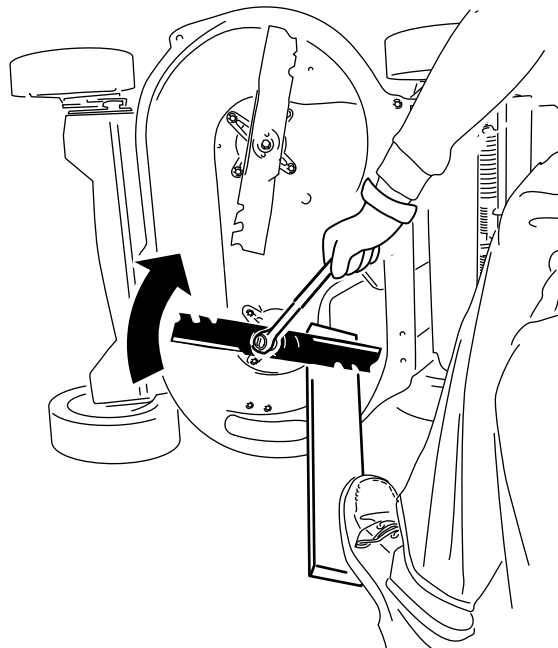

Figura 38
2. Inmovilice cada cuchilla con una tabla de madera, y gire el perno de la cuchilla en sentido horario con una llave dinamométrica, según se muestra en Figura 38; apriete el perno de cada cuchilla a 82 N·m.